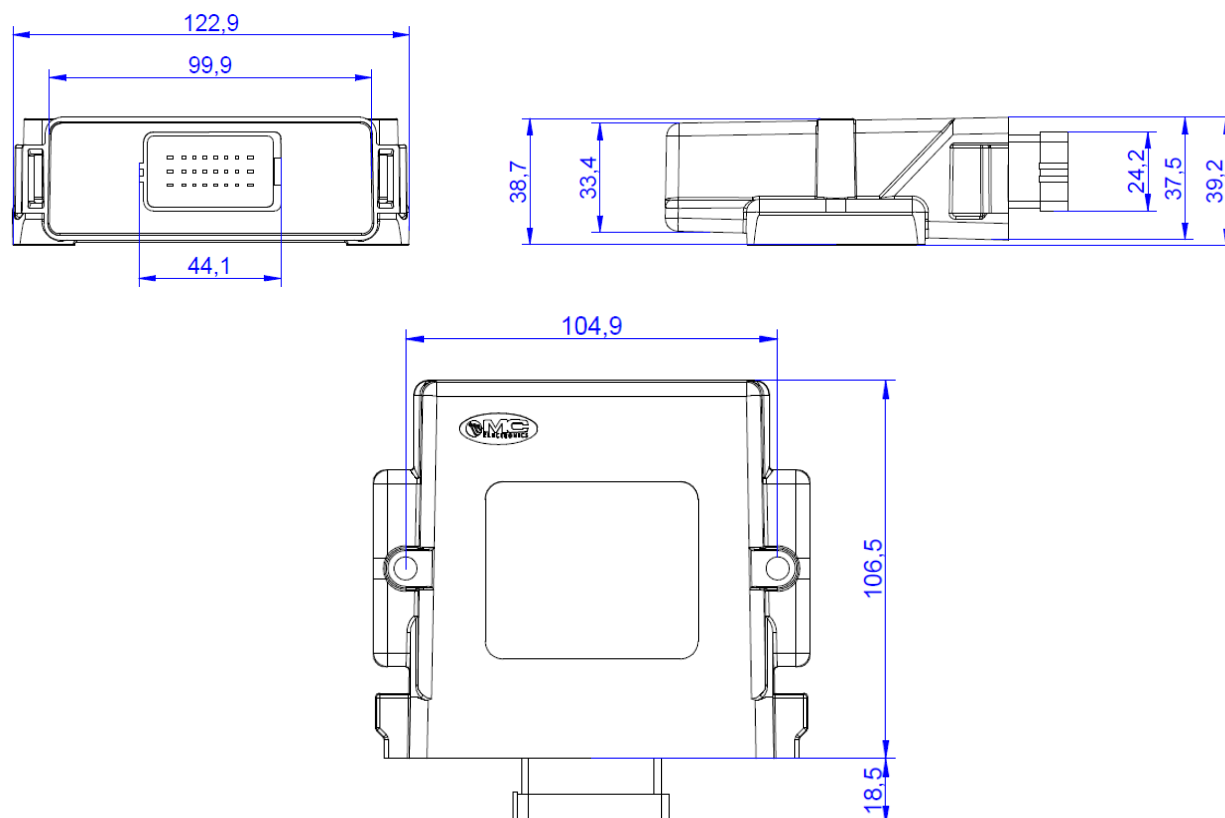

Рисунок 1 - Механические размеры: ECU BRIDGE ISOBUS
① Отрежьте трубу, как указывает пунктирный прямоугольник, или удалите из трубы имеющийся датчик.	 Рис. 1